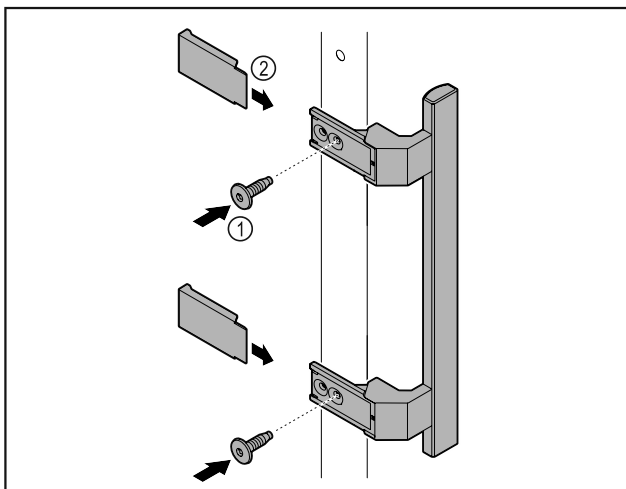

Fig. 6
- ▶ Pritvirtinkite rankeną iš priedų pridedamais varžtais Fig. 6 (1) prie durų.
- ▶ Uždėkite dengiamąją plokštelę Fig. 6 (2).